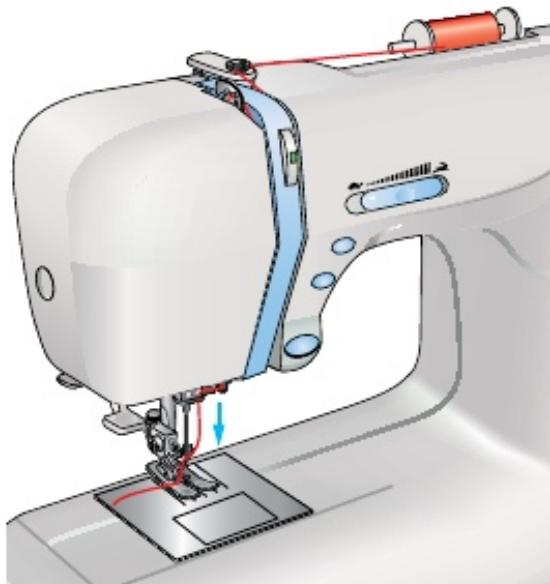

Рис. 90. Заправка верхней нитки
1. Завести нитку с катушки в устройство натяжения, прорези для нитки, нитепрятыватель (рис. 90).